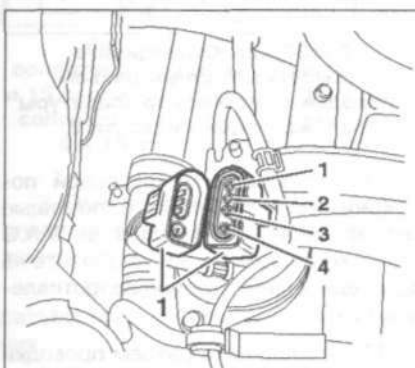

Рис. 3.40. Присоедините четырехконтактный разъем проводки к датчику кислорода 1.
11. Присоедините четырехконтактный разъем проводки к датчику кислорода 1 (рис. 3.40).